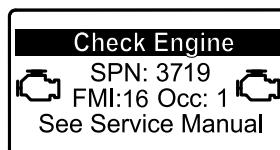

図 35
- 駐車再生が必要になると、インフォセンターにエンジン警告 SPN 3719, FMI 16 図 35 が表示され、エンジン出力が 85% にダウンします。